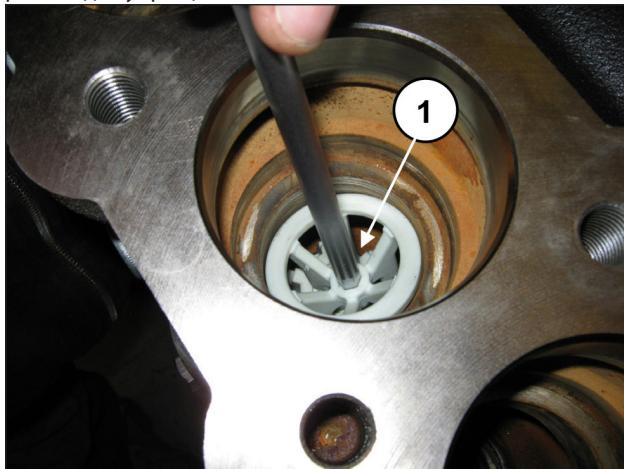

Рис. 102
Выньте распорку направляющей клапана, вставив шестигранный ключ 8 мм в специальное гнездо в качестве рычага для упрощения снятия (поз. ①, Рис. 102).